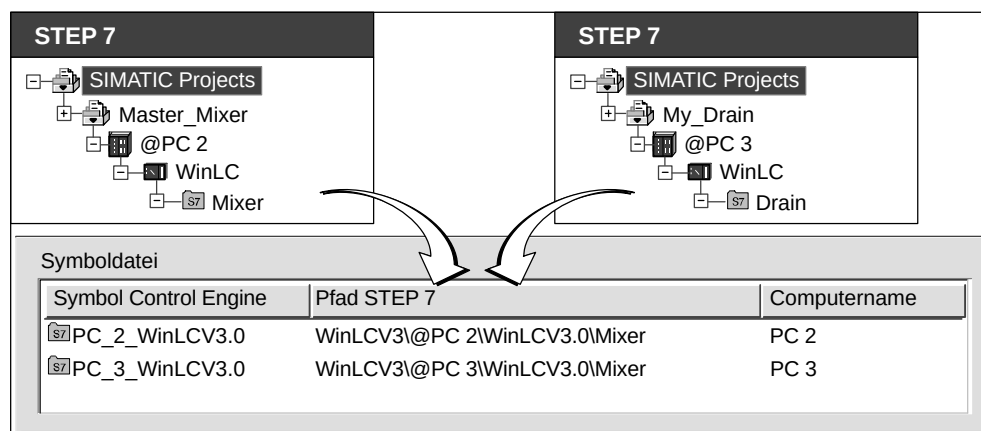

Bild 9-2 Erstellen einer Symboldatei für mehrere Control Engines
3. Wählen Sie verschiedene Programme aus und nehmen Sie sie in die Symboldatei auf, indem Sie auf die Schaltfläche "->" klicken. Bild 9-2 zeigt zwei Programme ("Master_Mixer" auf PC 2 und "My_Drain" auf PC 3), die eine gemeinsame Symboldatei bilden. Haben Sie die Programme in die Symboldatei aufgenommen, bestätigen Sie mit "OK".